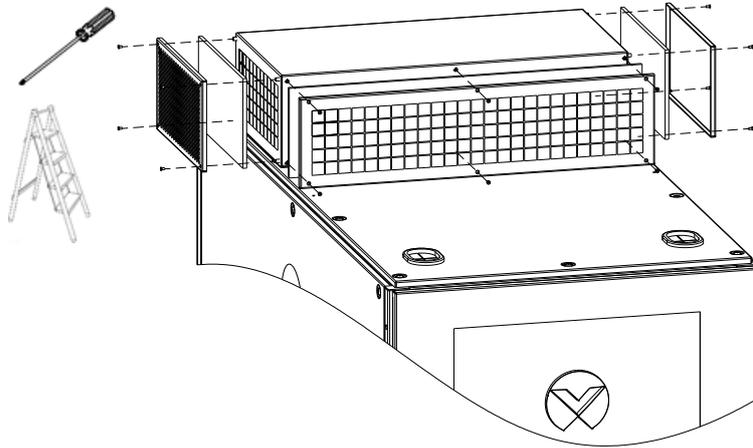

图4-3 更换 ECO 风扇模块过滤网
2) 拆除过滤网防护罩固定螺钉（14 颗），取下旧过滤网更换，如图 4-3 所示；